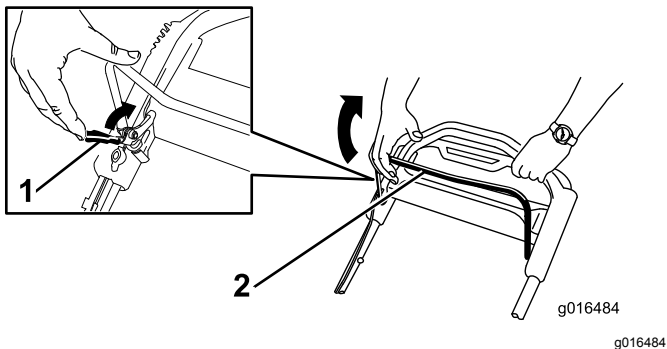

Figura 20
1. Tire hacia atrás del seguro de la barra de control de las cuchillas hasta que llegue a la barra de control de las cuchillas (Figura 20).
2. Tire hacia atrás lentamente Figura 20 de la barra de control de la cuchilla hasta que llegue al manillar ().